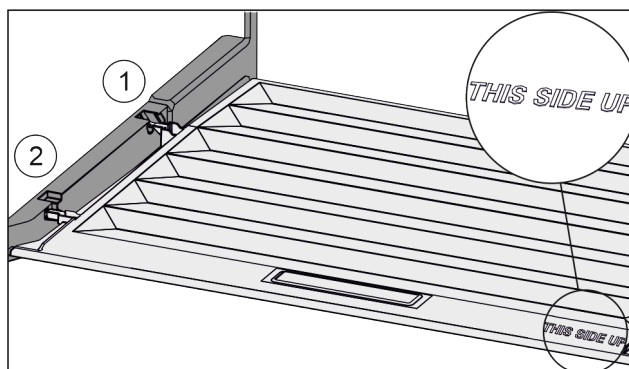

Fig. 35
- ▶ Výstupky víka zaveďte do zadních držáků Fig. 35 (1) a vpředu zaklesněte do držáku Fig. 35 (2).